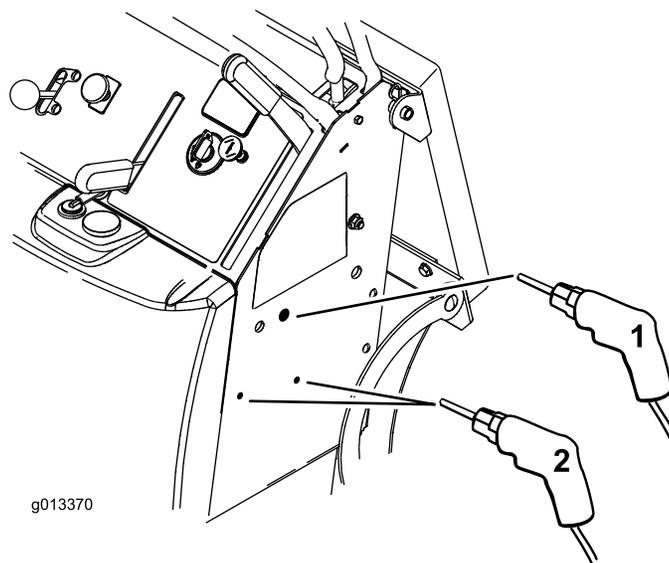

Figure 5
1. Avant de percer les trous, vérifiez s'ils existent déjà (Figure 5). Passez à l'étape 4 si c'est le cas.
- 6. Percez un trou de 0,81 cm (11/32 pouce) de diamètre dans le côté de la machine pour la poignée (Figure 5).
- 7. Percez deux trous de 0,44 cm (11/64 pouce) de diamètre dans le côté de la machine pour le tube de rangement du manuel (Figure 5).